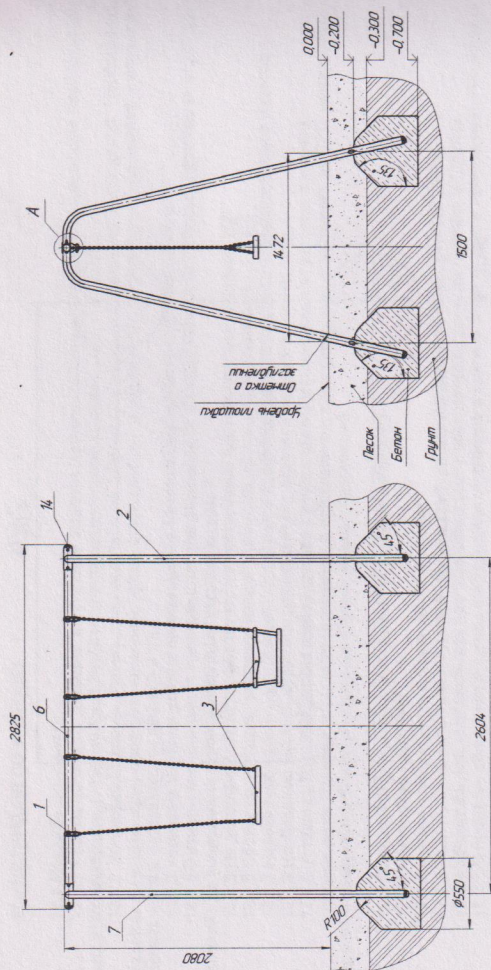
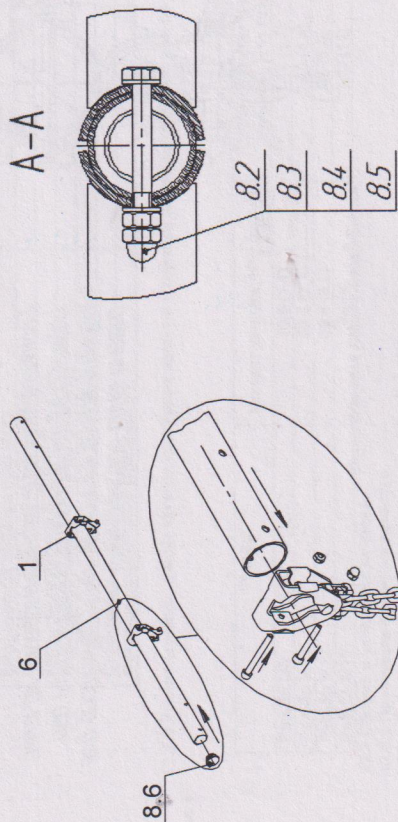

Рис. 1.3. Схема сборки
Рис. 2
12.3.3 Собрать трубу (поз.6) с подшипниковыми узлами (поз.1) (рис.2).
12.3.4 Собрать стойки (поз.2) с балкой (поз.6) и закрепить (Рис.1.3). Установить заглушки поз.8.6 (Рис.2)
-установить снятые винты и закрепить гайками (рис.2).
**ВНИМАНИЕ!!!** При заливке бетона не допустить загрознение изделия. Выставить в нужное положение по метке уровня заглубления (обозначена на стойках сварочным швом) и забетонировать (бетон В 15 – 0,8 куб. м) согласно схеме (рис.1.3).